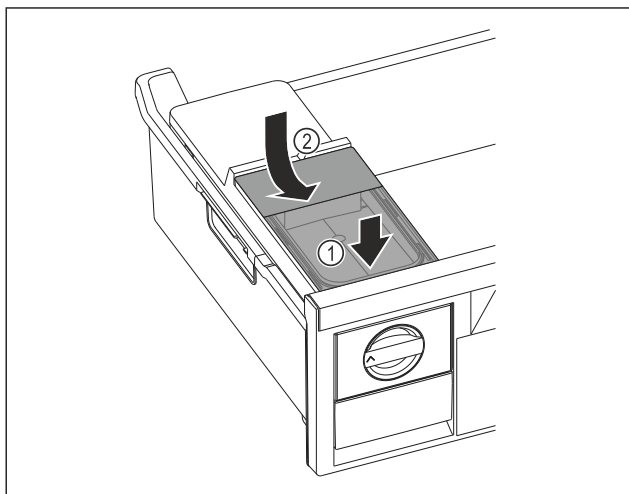

Fig. 214
- Placer le réservoir d'eau à l'avant. Fig. 214 (1)
- Abaisser le réservoir d'eau à l'arrière. Fig. 214 (2)